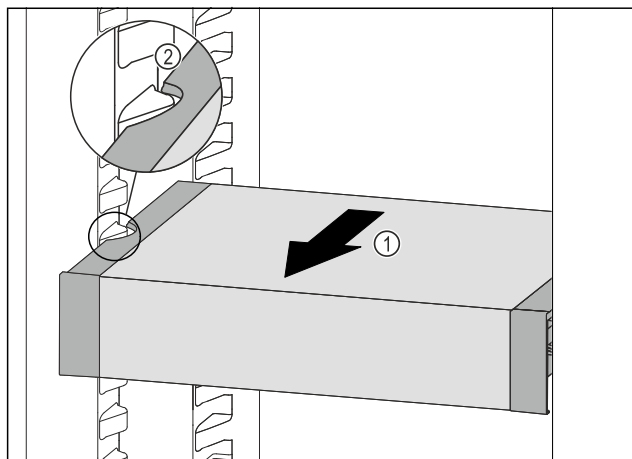

Fig. 72
- ▶ Predal VarioSafe povlecite v smeri naprej Fig. 72 (1), dokler nista stranska izreza predala VarioSafe na višini nastavka za posodo v hladilniku. Fig. 72 (2)